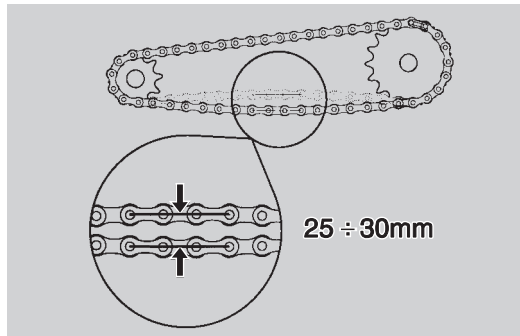

Abb. 31
- beim Herunterdrücken des unteren Teils der Kette zwischen dem Kettenrad und dem Zahnrad soll das Kettenspiel  $25 \div 30$  mm betragen (Abb. 31);